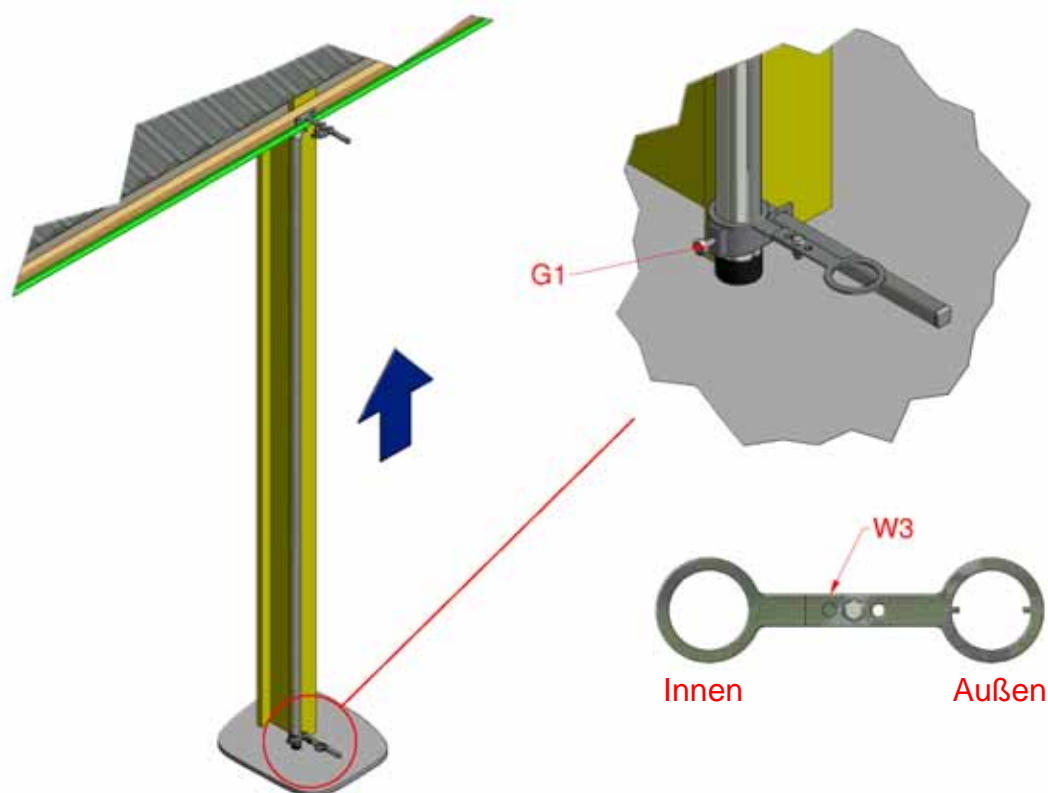

Abbildung 8: Innere Führungsrohre, stirn-/stirnseitige Montage
- b) Bei stirn-/stirnseitiger Montage oberes Ende des inneren Führungsrohrs in die obere Endstütze (D1) einführen, das Ende des Abstandshalters (W2) mit dem glatten Loch auf das untere Ende des Rohrs aufschieben und mit der Kreuzklemme (G1) an der unteren stirnseitigen Halterung befestigen, siehe Abbildung 8.